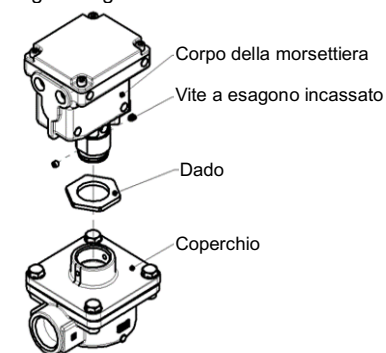

Figura 20.
- Dopo l'installazione, assicurarsi che l'o-ring sia completamente alloggiato nell'incavo (vedere Figura 20). Se l'o-ring è caduto dall'incavo, potrebbe causare trafilamenti esterni o malfunzionamenti.